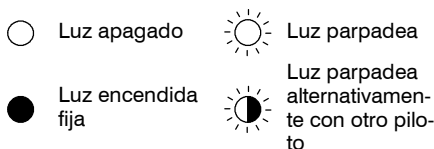
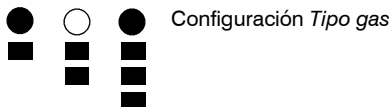

fig. 8.4
fig. 8.7
- 6 Para llevar a cabo la calibración del Tipo de gas, los indicadores de señalación LD1, LD2, LD3 se deben visualizar como se indica en fig. 8.7 (leyenda indicadores en fig. 8.4).